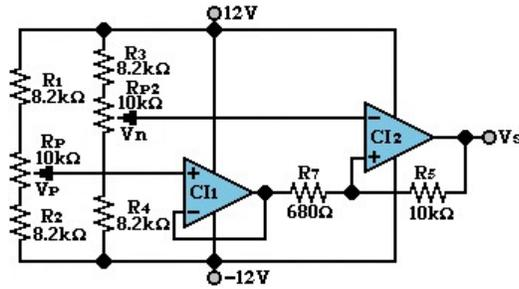

Figura 4.2
- Arme el circuito de la figura 4.2. Repita el procedimiento anterior.